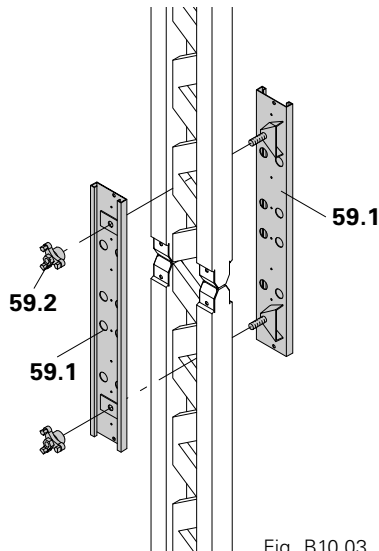

Fig. B10.03
3. Unir ambas partes de la mordaza y ajustarlas con las tuercas mariposa. (Fig. B10.03)